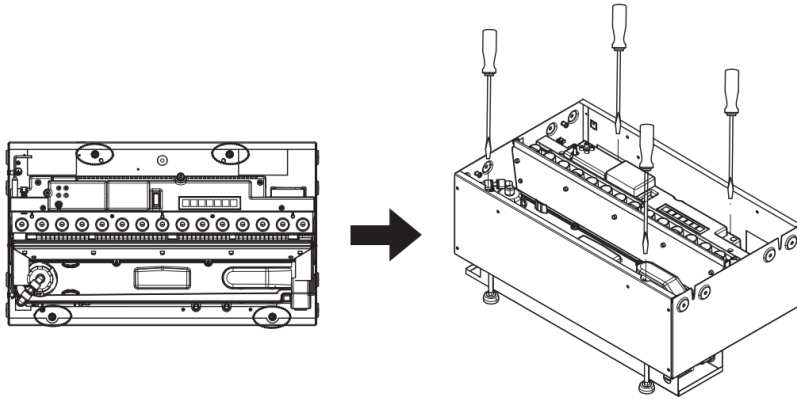
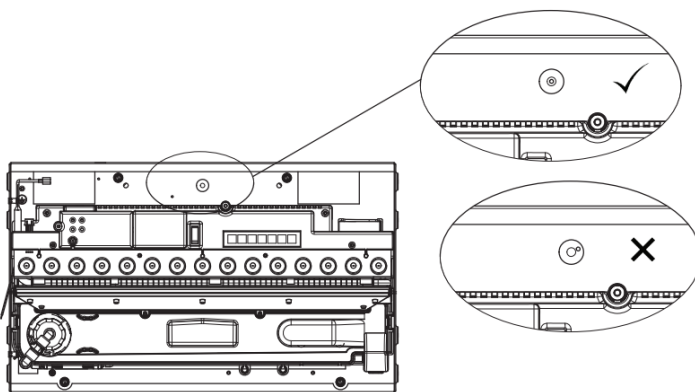

Fig.5
Fig.6
2. Stellen Sie sicher, dass sich das Produkt auf der richtigen Höhe befindet. Sie können die verstellbaren Füße mit einem Flachkopf-Schraubenzieher anpassen. (Abb. 5) Die Ebenheit des Produkts kann über die integrierte Richtwaage überprüft werden, die sich auf der Metallbasis hinten am Feuer befindet. (Abb.6)